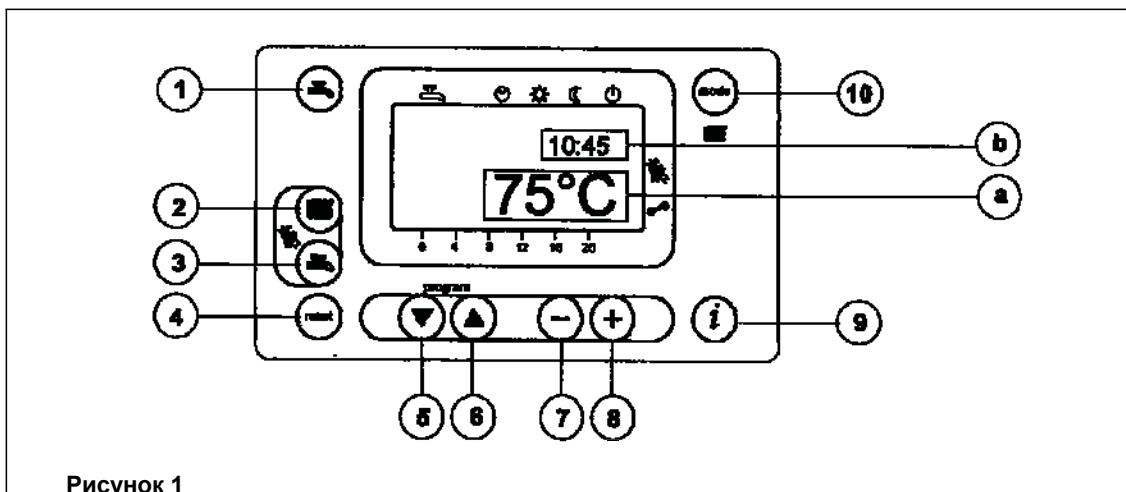

Рисунок 1
- Для установки значения температуры воды системы отопления нажмите кнопку (поз. 2, Рис. 1);
- нажмите одну из кнопок (поз. 1 или 10 Рис. 1) для запоминания значения и возврата в основное меню.
Прим. При подсоединенном датчике уличной температуры с помощью кнопки (поз. 2, Рис. 1) можно осуществлять смещение по климатическим кривым. Для увеличения или уменьшения комнатной температуры в отапливаемом помещении действуйте кнопками .
- Для установки максимального значения температуры воды системы ГВС нажмите кнопку (поз. 3, Рис. 1);
- нажмите одну из кнопок (поз. 1 или 10, Рис. 1) для запоминания значения и возврата в основное меню.